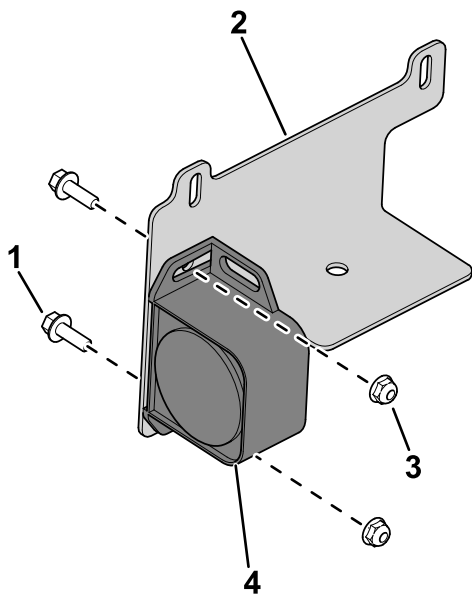

Figura 1
1. Utilizzate i bulloni e i dadi per fissare l'allarme alla staffa di montaggio (Figura 1).